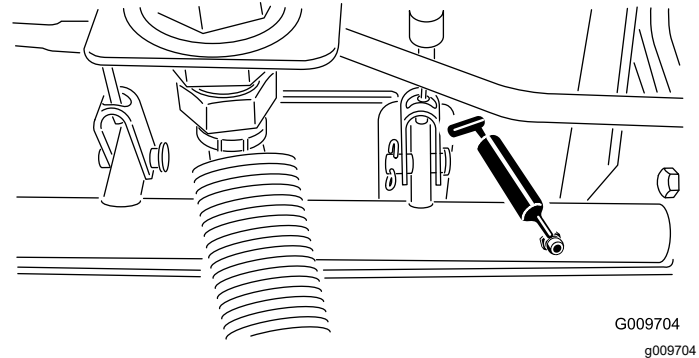

Figure 43
- Roulements d'axes de pivots de freins (5), comme montré à la Figure 43